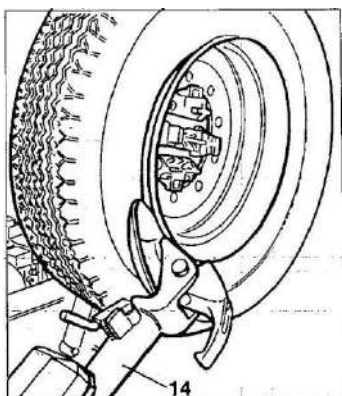

Рисунок 16
- 3) Опустите рычаг держатель инструмента (14, Рисунок 16) в рабочее положение и зафиксируйте его.
- 4) Управляя с ПУЛЬТА, подведите колесо, пока внешняя часть обода не коснется ДИСКА отжимного устройства (Рисунок 16).